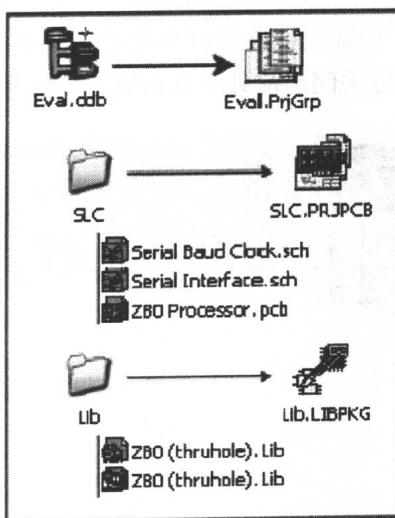

图 1-9 Protel 99 的数据库文件与 Protel DXP 转化的对应
(3) 所有的 Protel 99 的数据库文件完成转化，最终会得到\*.ddb 转化为\*.PrjGrp, \*.pcb 转化为\*.PRJPCB, \*.sch 转化为\*.schdoc。其整体转换的结果对应关系如图 1-9 所示。